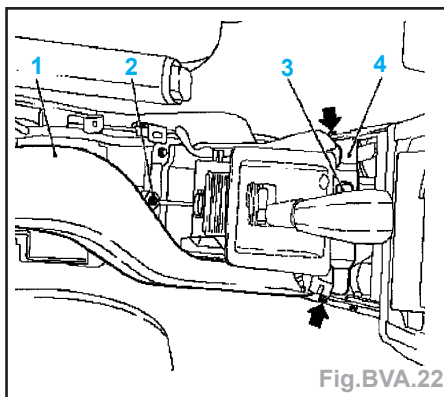

Fig.BVA.22
- Déposer le support (4) (Fig.BVA.22) :
- dégrafer la fiche de faisceau de câbles (3),
- Déposer la conduite d'air de la buse d'air mixte arrière (1).